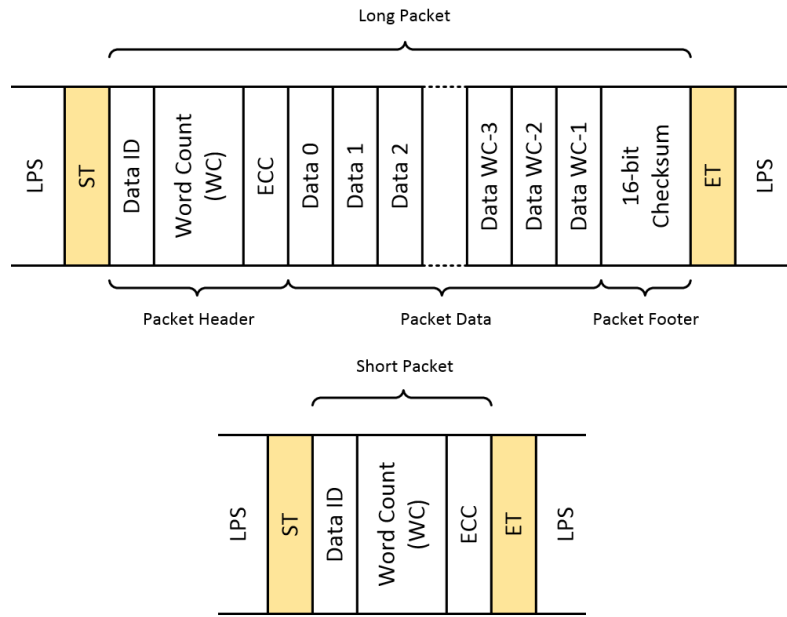
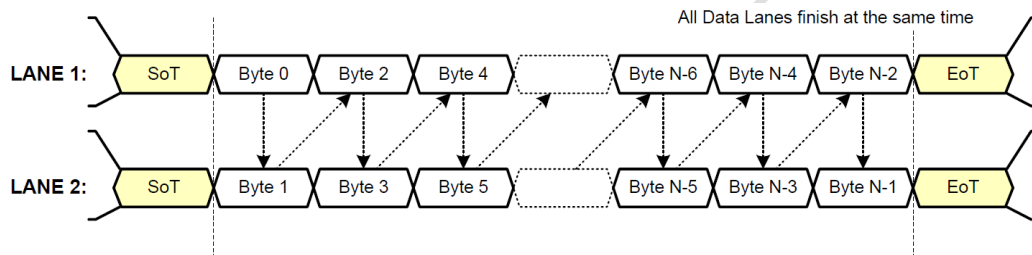
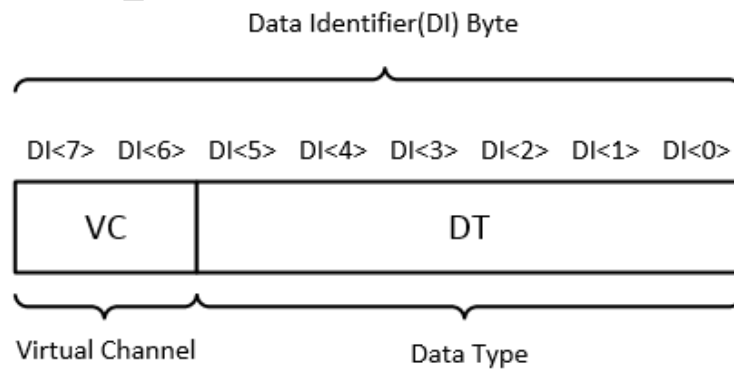

图 1-10 MIPI 长/短数据包结构示意图
图 1-11 MIPI 2-lane 模式数据包传输示意图
图 1-12 MIPI 数据包 DI 结构
图 1-10 展示了 MIPI 长、短数据包结构示意图。其中数据标识 DI(Data Identifier)用来区分不同的数据包类型。图 1-11 展示了 MIPI 工作在 2-lane 模式下的数据包传输示意图, 需要注意的是, 在 2-lane 模式下传输的一行数据包个数必须是偶数。图 1-12 中, DI 包括两部分, 分别是虚拟通道 (VC) 和数据类型 (DT)。默认情况下, Sensor 给出的 MIPI 数据 VC 值都是 0, 而 DT 值如表 1-8 所示。
- 2) 1lane 及 2lane 模式的 lane 数据结构与图 1-10 一样。